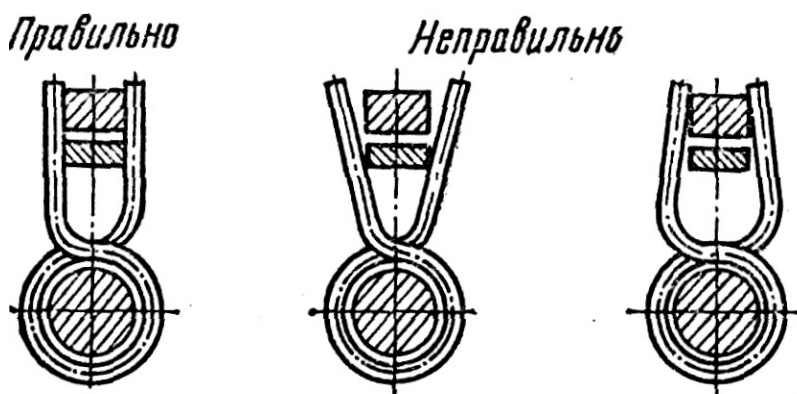

Рис. 44. Установка возвратной пружины
7. Недостаточная фиксация педали в исходном положении, что является следствием ослабления или поломки возвратной пружины. Нужно отрихтовать или заменить пружину, при этом она должна плотно охватывать оба уса — и основания, и корпуса собачек (рис. 44).